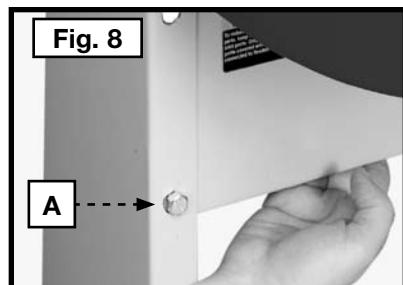

Fig. 8
3. Inserte un tornillo de cabeza hexagonal de 7,9/7,1 x 19 mm (5/16-18 x 5/8") (A) Fig. 8 a través de los soportes laterales y del soporte.